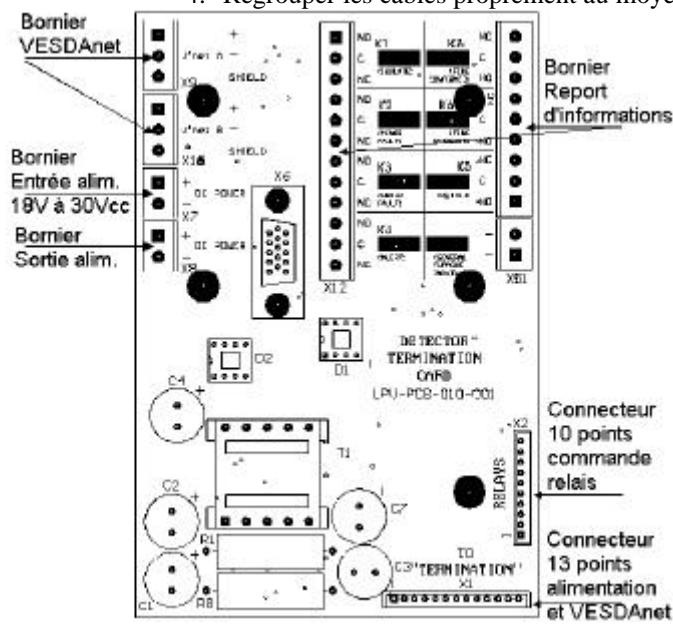
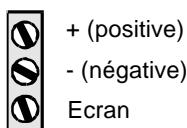

Figure 14. Carte bornier avec repérage des raccordements
Figure 15. Bornier VESDAnet
- Raccorder le câblage à la carte bornier dans le coffret détecteur. Les positions de raccordement sont indiquées sur la Figure 14. Pour des informations détaillées concernant ces raccordements, se reporter aux sections 5.9-5.12
Se reporter à la Figure 14. Il existe sept relais sur la carte bornier du détecteur. Ces relais servent à transmettre des différents états du détecteur au Tableau de Signalisation.
1. Retirer le connecteur du relais et relever son numéro. Ce numéro est marqué sur les relais dans la Figure 14. (Par exemple, "K1" sur la carte terminale du détecteur est le relais numéro 1).
3. Raccorder au dispositif externe par câblage, en suivant la Figure 14.
Le réseau rebouclé VESDAnet est raccordé au moyen d'un câble une paire torsadée 6/10^{ème} 120ohms - RS485 avec écran du type BELDON 9841 (Catégorie 5), ou similaire. Les points de raccordement des câbles sont deux borniers VESDAnet situées sur la carte bornier. (Pour le positionnement se reporter à la Figure 14). Les trois fils pour chaque câble RS485 doivent être insérés comme indiqué sur la Figure 15: